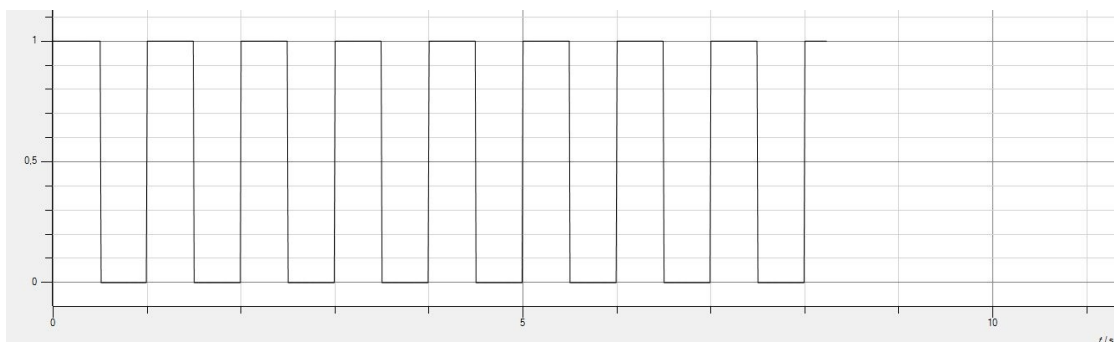

Abb. 5
7.3 Wenn Sie nun F9 betätigen, wird das Relais periodisch ein und ausgeschaltet. Gleichzeitig wird das "Schaltsignal" im Diagrammfenster dargestellt; dieses ist besser zu erkennen, wenn man die Skala auf der vertikalen Achse etwas staucht (mit rechter Maustaste in den Skalenbereich der vertikalen Achse klicken). Sie sehen dann ein Diagramm wie in Abb. 5: